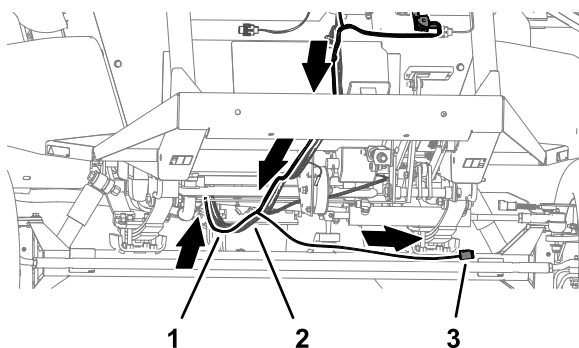

図 94
1. キットのワイヤハーネスをマシンのワイヤハーネスに沿って後方に配線します (図 94)。
2. WHEEL ANGLE SENSORというラベルの付いたコネクタを備えたワイヤハーネスの分岐を、フロントアクスルチューブの背面に沿って配線します (図 94)。